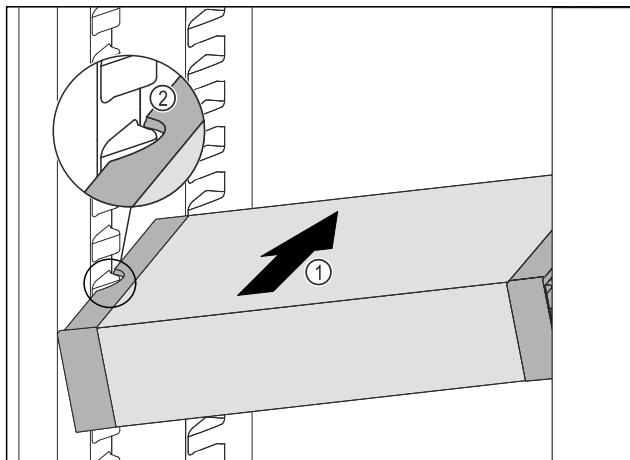

Fig. 87
- Вставити висувний ящик VarioSafe під кутом в охолоджувальне відділення Fig. 87 (1), доки бокові поглибления Fig. 87 (2) VarioSafe не будуть розташованіся на рівні ребра для ємності в охолоджувальному відділенні.